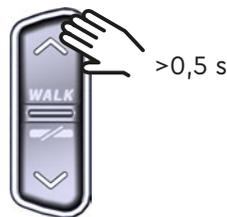

Fig. 9: Ativar assistência de caminhada
- ▶ Quando a e-bike estiver parada, pressione o botão UP (PARA CIMA) no Remote por mais de 0,5 s (consulte Fig. 9) para ativar o assistente de caminhada.